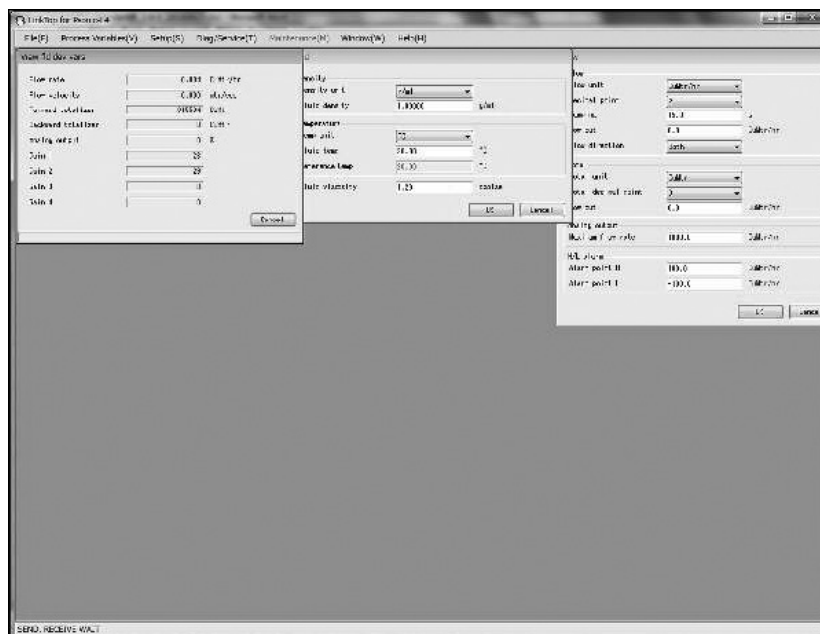

図3-83
- ③ 「TileVertical」 選択時は、図3-83 のように左右に並べて表示します。